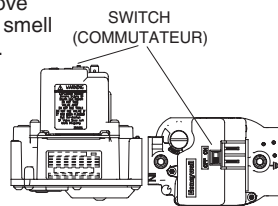

Figure 1
6. Move the gas control switch to the "OFF" position. (See Figure 1)
7. Wait five (5) minutes to clear out any gas. Then smell for gas, including near the floor. If you smell gas, STOP! Follow "B" in above information. If you don't smell gas, go to the next step.
8. Move the gas control switch to the "ON" position. (See Figure 1)
6. Réglez l'interrupteur de commande du gaz en position « OFF » (arrêt). (Voyez la Figure 1.)
7. Attendez cinq (5) minutes pour s'assurer de la dissipation du gaz. Vérifiez alors s'il y a une odeur de gaz, y compris au niveau du sol. En cas d'odeur, ARRÊTEZ LE PROCÉDÉ! Suivez les instructions ci-dessus (Section B). Si vous ne remarquez aucune odeur de gaz, passez à l'étape suivante.
8. Réglez l'interrupteur de commande du gaz en position « ON » (marche). (Voyez la Figure 1.)